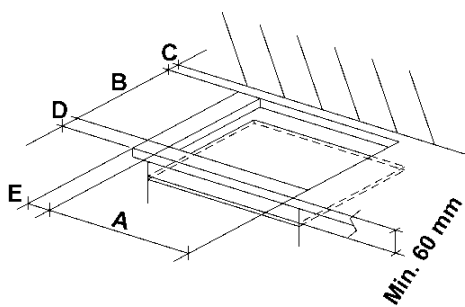

FIG. 7
Hay que hacer en la superficie del mueble modular una apertura para el encajonamiento con las dimensiones especificadas en mm (véase fig. 7), con la precaución de que sean respetadas las distancias críticas entre la encimera, la pared lateral, la pared posterior y la superior (véase fig. 7 y 8).
- Para evitar posibles contactos casuales con la superficie del armazón de la encimera, sobrecalentada durante el funcionamiento, es necesario colocar un separador de madera fijado por tornillos a una distancia mínima de 60 mm del borde (fig. 7).